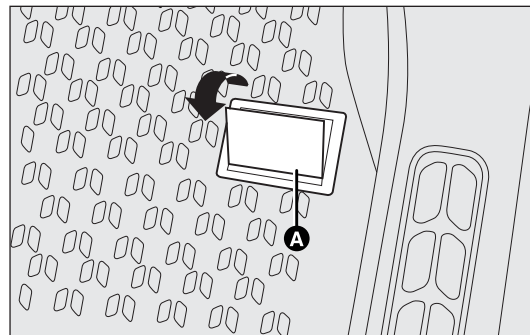

рис. 193
– на полу салона рядом с передним правым сиденьем, для доступа необходимо открыть люк А- рис. 193